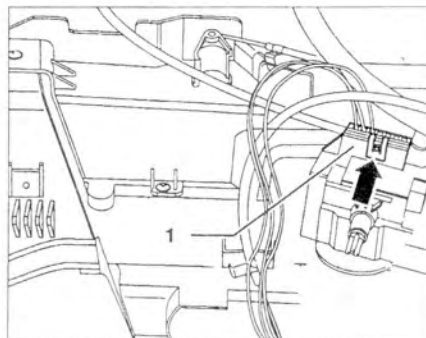

Рис. 9.54. Отсоедините разъем проводки 1 от регуляторов подачи нагретого и свежего воздуха (стрелка).
5. Отсоедините разъем проводки 1 от регуляторов подачи нагретого и свежего воздуха (стрелка) (рис. 9.54).